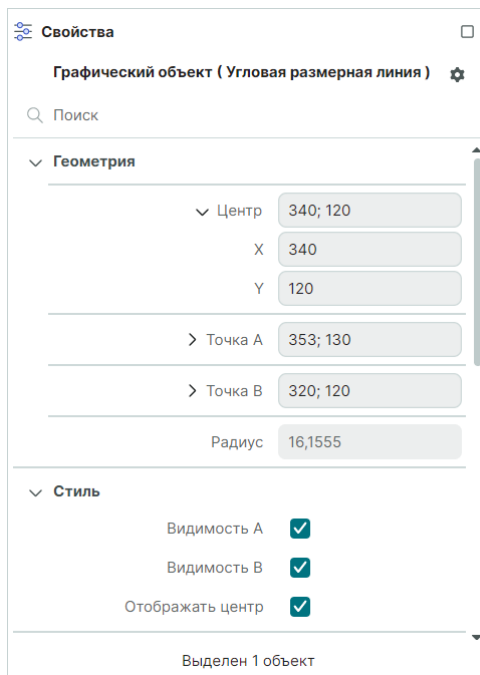

Рис. 295 Свойства угловой размерной линии
2. Группа «Стиль» включает настройки видимости выносных линий и центра с помощью установки флагов в чек-боксы, см. Рис. 295.